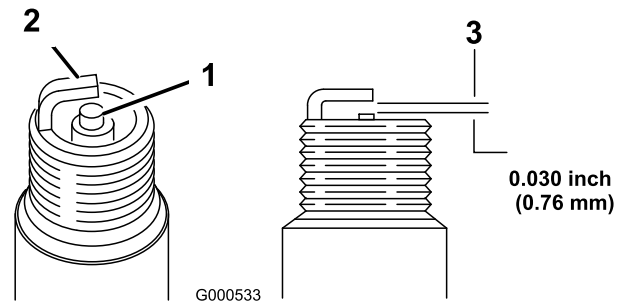

Bild 51
2. Prüfen Sie den Abstand zwischen der mittleren und der seitlichen Elektrode (Bild 51) und biegen Sie die seitliche Elektrode, wenn der Abstand falsch ist.
1. Sehen Sie sich die Mitte der Zündkerzen an (Bild 51).